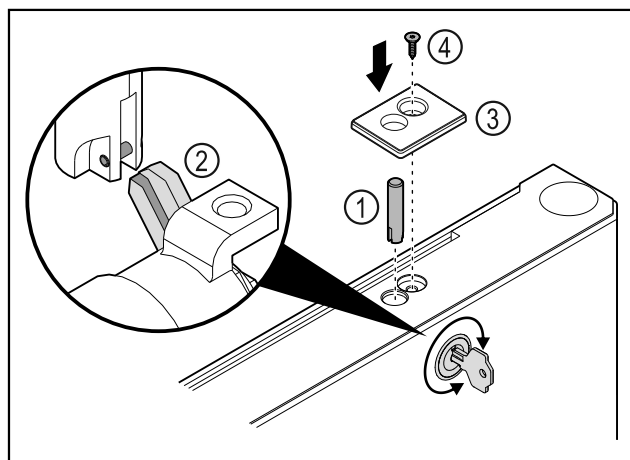

Fig. 42
- ▶ Поставете болта на ключалката Fig. 42 (1).
- ▶ Завъртете леко ключалката, за да може болтът на ключалката Fig. 42 (2) да се фиксира в прореза на ключалката.
- ▶ Поставете капака Fig. 42 (3).
- ▶ Поставете винта Fig. 42 (4).